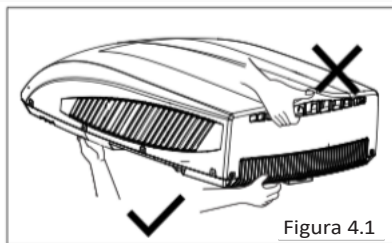

Figura 4.1
1) Când se află unitatea externă după dezmembrare, nu ridicați grila de ieșire a aerului de pe partea din spate a dispozitivului exterior (a se vedea figura 4-1).